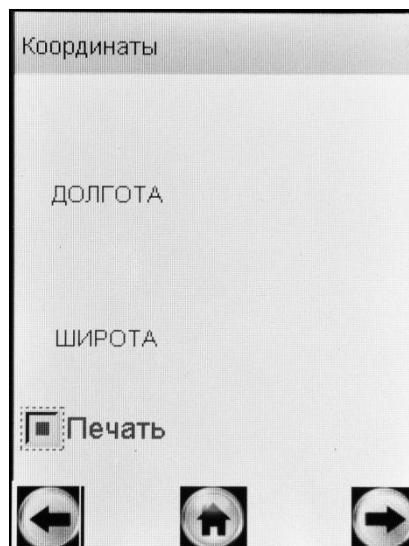

Рисунок 12 – Меню системы позиционирования
На сенсорном экране появится окно «Координаты» (рисунок 12). Пока координаты местоположения не будут установлены, поля «Широта» и «Долгота» будут незаполненными.
2.6.6 Для активации функции автоматического внесения координат местоположения в протокол измерения, коснитесь стилусом квадратики «Печать» (рисунок 12). При этом в распечатанный протокол измерения добавляются данные с координатами места проведения измерения.